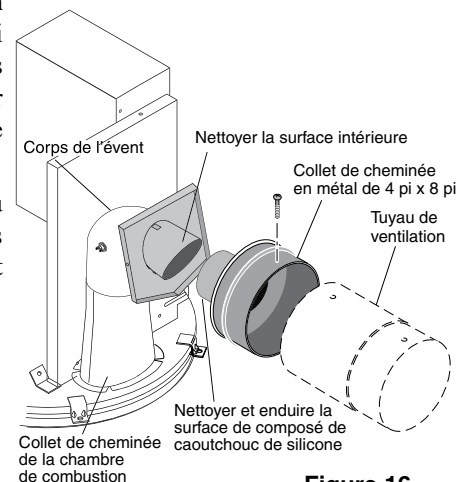

Figure 16.
**VENTILATION VERTICALE - PRESSION NÉGATIVE (Voir les Figures 16, 17, et 18)**